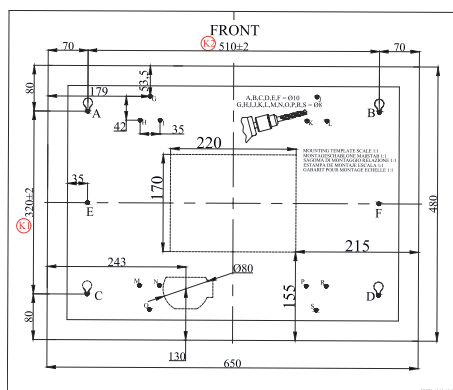

Fig. 6
Placer skabelonen på loftet hvor den skal monteres og markér derefter punkterne A,B,C, og D og bor derefter Ø10mm huller på punkterne (Fig. 6).
Placer skabelonen på loftet hvor den skal monteres og markér derefter punkterne A, B, C og D, samt, K, L, J, H I, G , M, N, O, P, R & S og bor derefter med Ø8mm bor. (Fig. 6).
- 9.** Når emhætten er løftet helt op, skal skruerne på A, B, C & D føres igennem emhætten.(Fig. 6/1) Skru nu på skruerne for at fastgøre emhætten til loftet(Fig. 14).